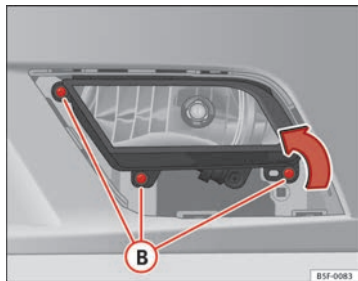

Fig. 188 Farol de nevoeiro
- Retire os parafusos (3x) ⇒ Fig. 188 **B** para extrair o farol de nevoeiro.